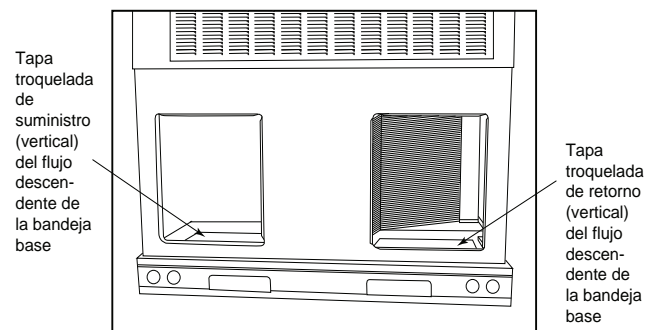

Fig. 9 – Abertura del conducto de alimentación y retorno
2. Quite las tapas de los conductos horizontales (metal) para acceder a los orificios troquelados del conducto de descarga vertical (flujo descendente) en la bandeja base de la unidad. (Consulte la Fig. 9).
NOTA: Estos paneles se mantienen en su lugar con lengüetas similares a una tapa ciega eléctrica. Vuelva a instalar las cubiertas del conducto horizontal (Fig. 9) que se envían con la unidad desde la fábrica. Asegúrese de que las aberturas estén herméticas para el agua y el aire.